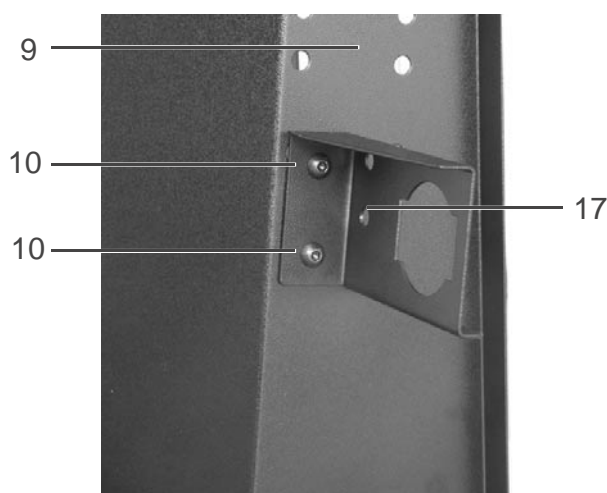

Рис. 3/51
- Защитное приспособление (17) прикрутить винтами с внутренним шестигранником M8x10 (10) к листу держателя баллонов (9). (см. также рис. 3/1).